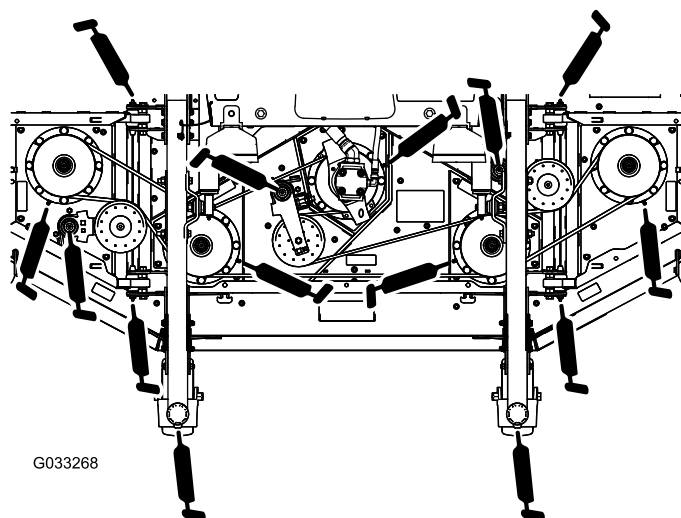

Figura 72
- Dois casquilhos de eixo da forquilha da roda giratória (Figura 72)
- 5 rolamentos do eixo (localizados na cobertura do eixo), conforme se mostra na Figura 72
- 3 casquilhos da articulação do braço intermédio (localizados no eixo da articulação intermédia), conforme se mostra na Figura 72
- 4 casquilhos da plataforma lateral (localizados nos pinos da articulação lateral), conforme se mostra na Figura 72